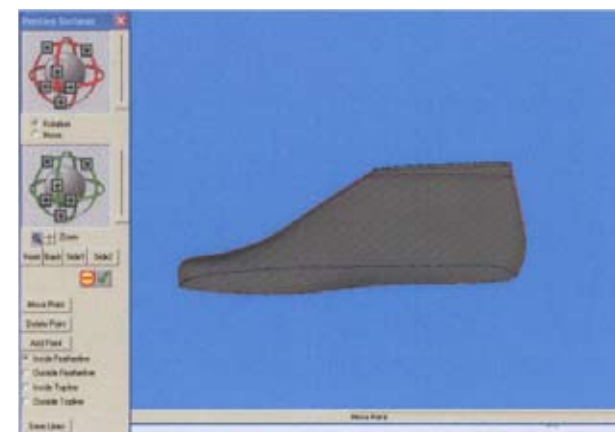

Рис. 155
- Нажмите кнопку **Edit Lines** для уточненной корректировки образующих (*рис. 155*).